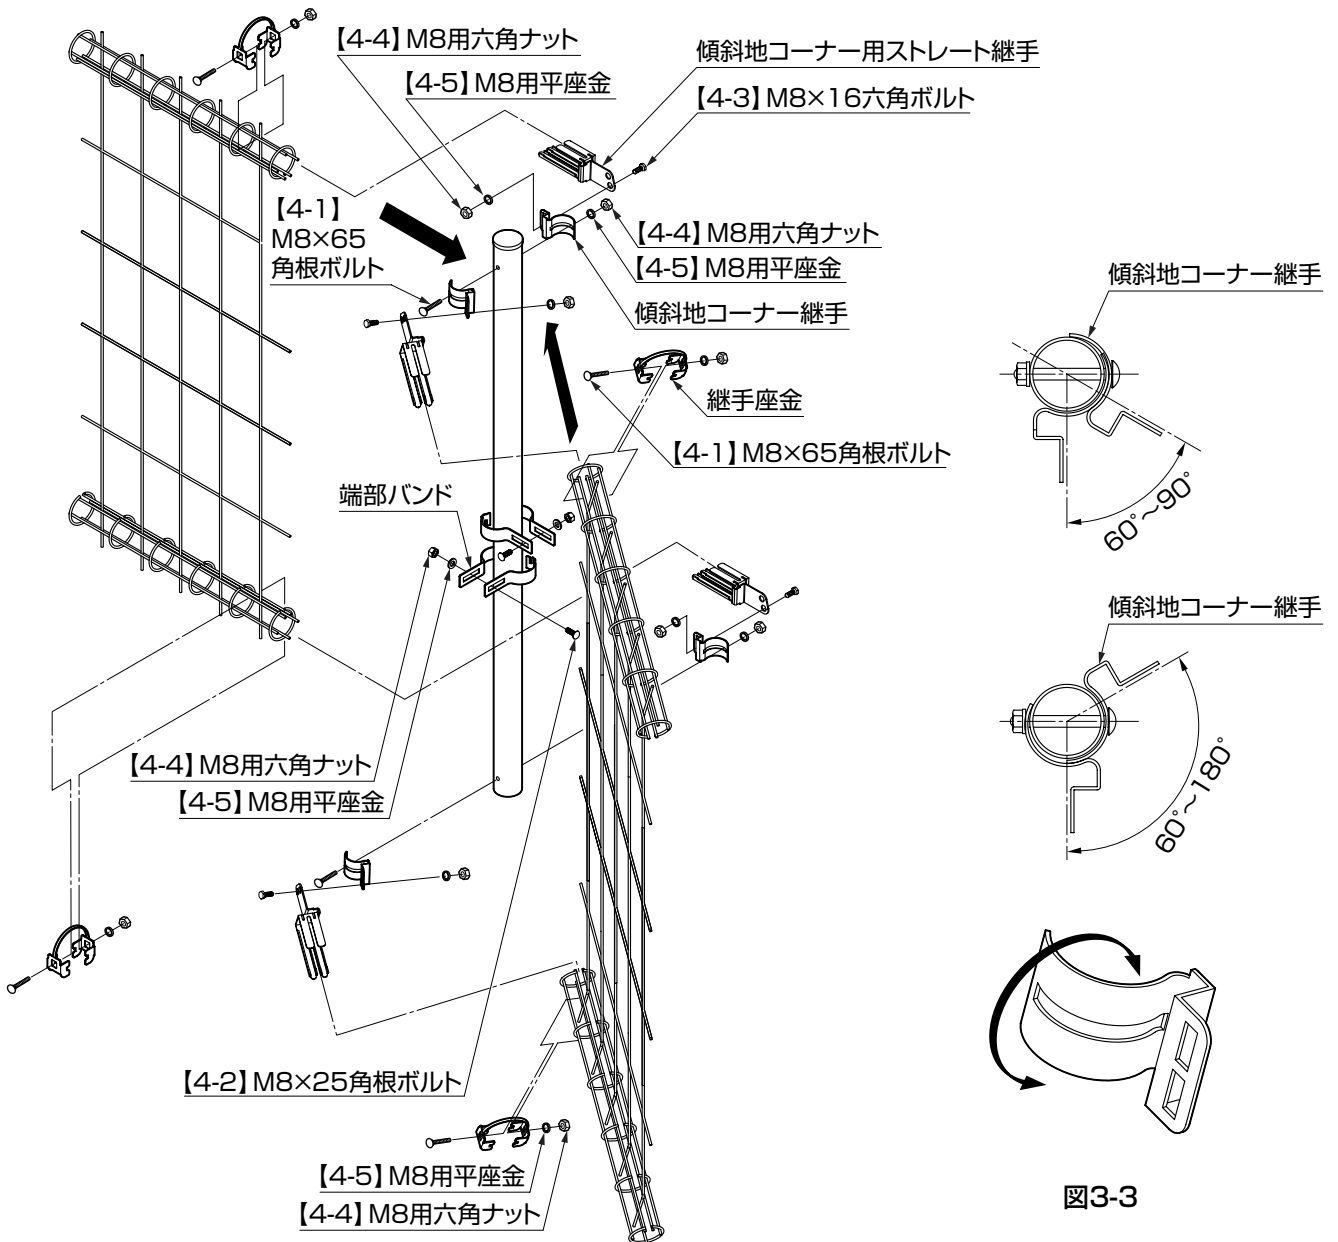

図3-3
- ②傾斜地コーナー継手を上下反転し組付け、傾斜地コーナーの角度調整をしてください。(図3-3参照)
- ③傾斜地ストレート継手を支柱上部に取付け、フェンス本体を仮置きし、端部、中間部の施工と同様に他の部品を組付けてください。